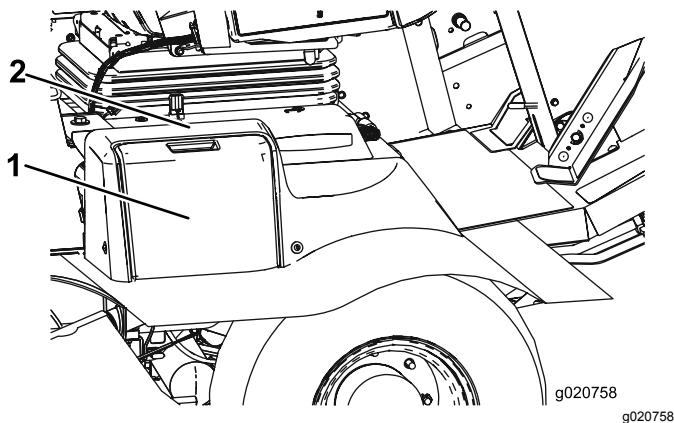

Figure 82
1. Ouvrez le couvercle de la batterie sur le côté du carénage (Figure 82).
Remarque: Appuyez sur la surface plate au-dessus du couvercle de batterie pour faciliter la dépose du couvercle (Figure 82).